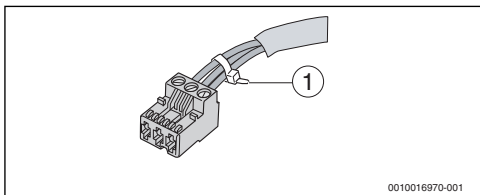

Bild 3 Leitungsadern fixieren
- Leitungsadern jeder angeschlossenen Leitung gegenseitig fixieren. Das kann durch kurzes Abisolieren des Leitungsmantels oder über Kabelbinder in der Nähe der Anschlussklemmen geschehen (→ Bild 3).
- ▶ Leitungsadern jeder angeschlossenen Leitung gegenseitig fixieren. Das kann durch kurzes Abisolieren des Leitungsmantels oder über Kabelbinder in der Nähe der Anschlussklemmen geschehen (→ Bild 3, Seite 6).